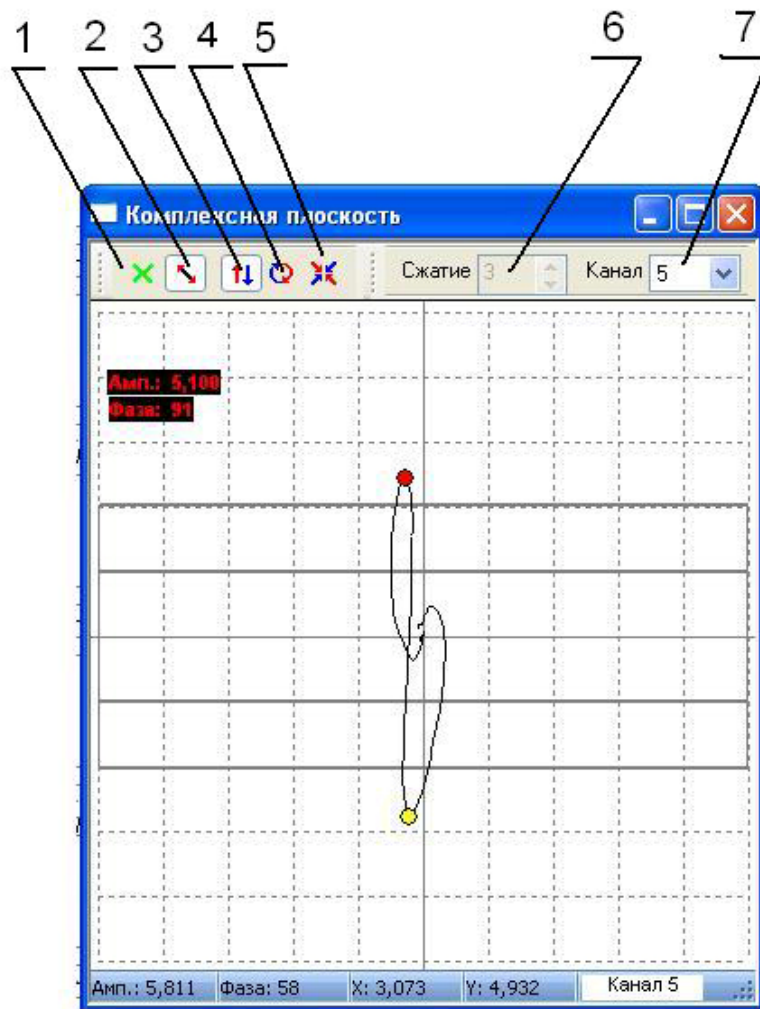

Рис.19
5.3.8. Окно **Комплексная плоскость** (рис. 19)